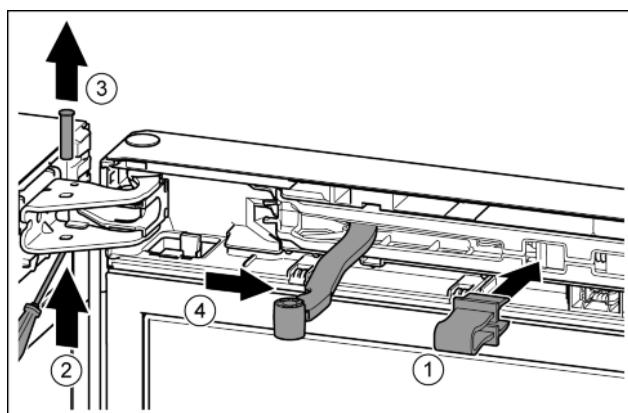

Fig. 11
- ▶ Зафіксуйте запобіжник в отворі. Fig. 11 (1)
- ▶ Виштовхніть палець за допомогою викрутки. Fig. 11 (2)
- ▶ Вийміть гвинт рухом нагору. Fig. 11 (3)
- ▶ Поверніть шарнір у напрямку дверцят. Fig. 11 (4)